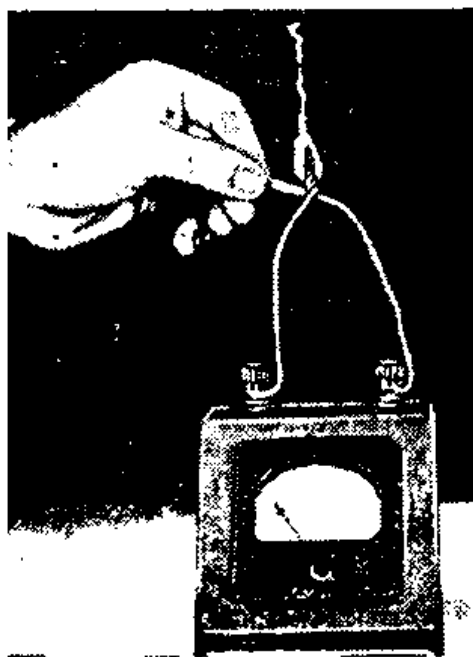

Рис. III.36. Зажженная спичка выделяет достаточно тепла, чтобы получить от термопары некоторый ток.
**Термопара.** Если скрутить кусок константановой проволоки с куском стальной проволоки и подогреть место их соединения спичкой, то в этом месте будет создаваться э. д. с. (рис. III.36).